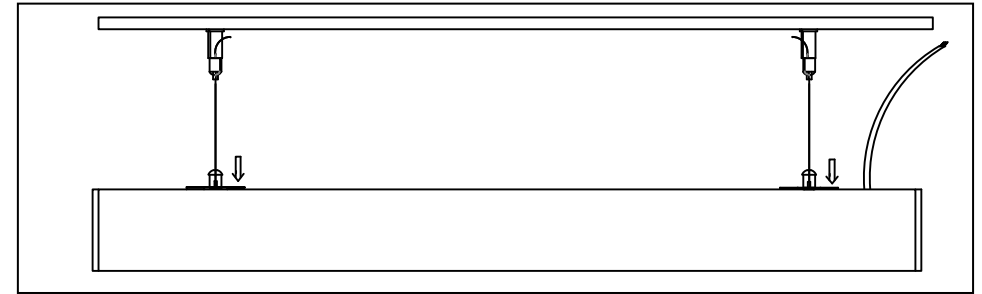
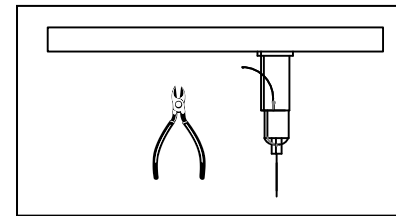

Рис. 2
Рис. 3
- Установите осветительный прибор на подвесах, выровняйте положение осветительного прибора по горизонтали и отрегулируйте длину тросиков (рис. 2). Излишки тросиков откусите (рис. 3).